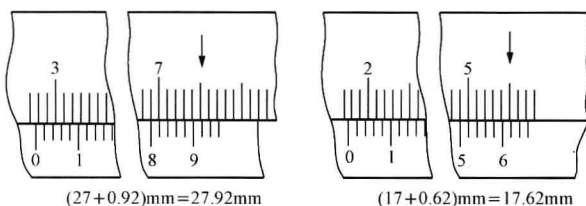
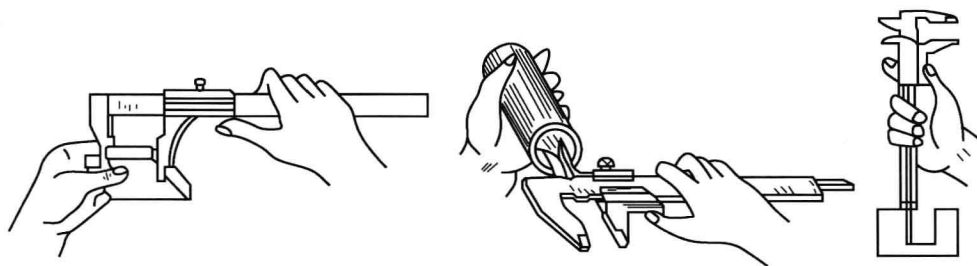

图 1-2 游标卡尺的读数示例
图 1-3 游标卡尺的使用方法
(3) 两者相加即为总尺寸，游标卡尺的读数示例如图 1-2 所示。
② 游标卡尺使用步骤
(1) 测量前合拢两外测量爪，检查游标零线与尺身零线是否对齐。
(2) 如图 1-3 所示，测量外尺寸时，先将尺框向右拉，使外测量爪张开得比被测尺寸稍大；